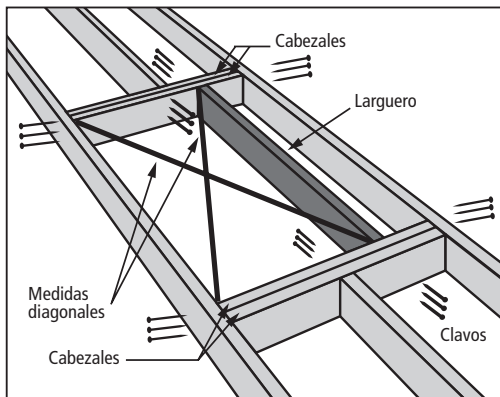

FIGURA 20
**(Figura 20)**
- Coloque dos cabezales en cada extremo de la abertura y fíjelos con (3) clavos de 16d (aprox. 3 ½" de largo) en cada extremo de cada cabezal.
- Sujete con (3) clavos de 4" en cada extremo del larguero.